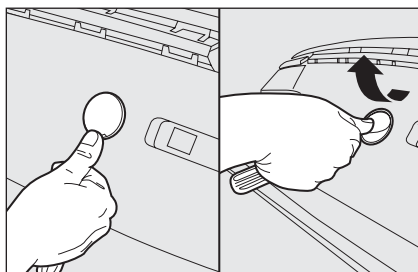

fig. 44
- estrarre il tappo (senza ruotarlo) effettuando un movimento perpendicolare al piano di appoggio **fig. 44**.